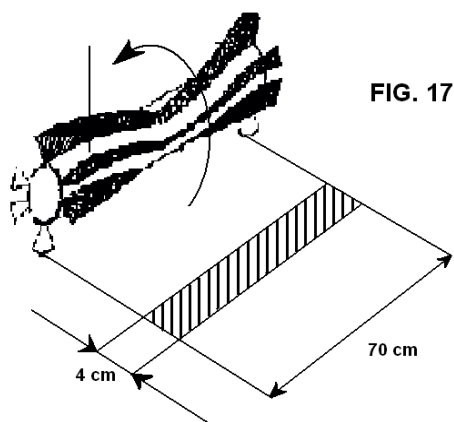

FIG. 17
- Arrêter le moteur, soulever le balai central et faire avancer la machine à la main jusqu'à ce que la trace laissée par le balai central en tournant soit visible (**voir figure 17**).
**IMPORTANT :** La correcte dimension de la trace, qui correspond à un bon réglage, doit être de 70 cm pour une largeur de 3-4 cm (voir Fig. 17).
soies du balai qui doivent être orientées comme sur la **Fig. 17**. Faire attention à bien introduire les crans d'entraînement des deux supports balai **Part. 4** et **24** (voir aussi **Plan 1**) dans leurs logements sur le balai **Part. 15**.